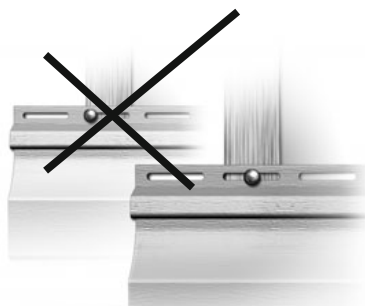

рис. 11
4. Центр самореза должен быть в середине перфорированного отверстия (рис. 11).